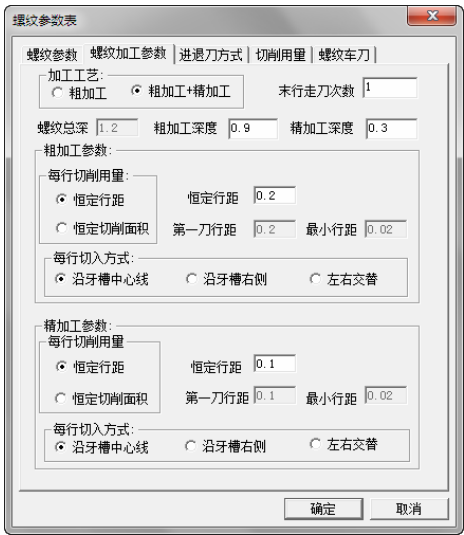

图 4-212 螺纹加工参数设定
2) 单击“螺纹加工参数”选项卡，选择“加工工艺”为“粗加工+精加工”，设置其他参数如图 4-212 所示。